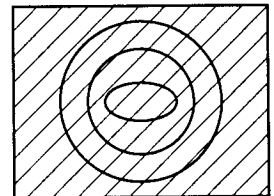

Рис. 7.12
**Ignore** (Ігноруючий). Штриховка наноситься з ігноруванням усіх внутрішніх об'єктів (див. рис. 7.12).